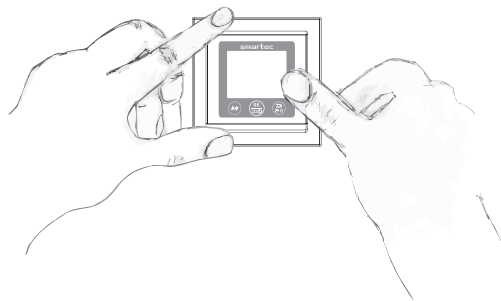

Рис.5 Установка лицевой панели
5.2.2.10 Установите лицевую панель на место, чтобы сработали защелки и панель была прочно закреплена (рис. 5).